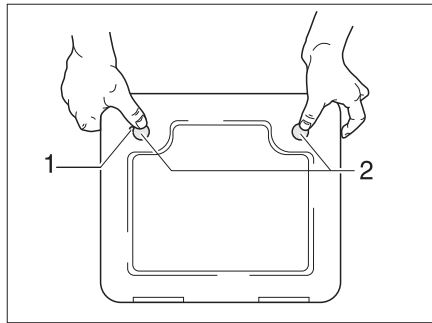

Fig. 268 Portillon pour la toilette à cassette
- Ouvrir le portillon pour la cassette à l'extérieur du véhicule. Insérer pour cela la clé dans le barillet du verrou de pression (Fig. 268,1) et la tourner d'un quart de tour.
- Appuyer du pouce et simultanément sur les deux verrous de pression (Fig. 268,2) et ouvrir le portillon pour la cassette.